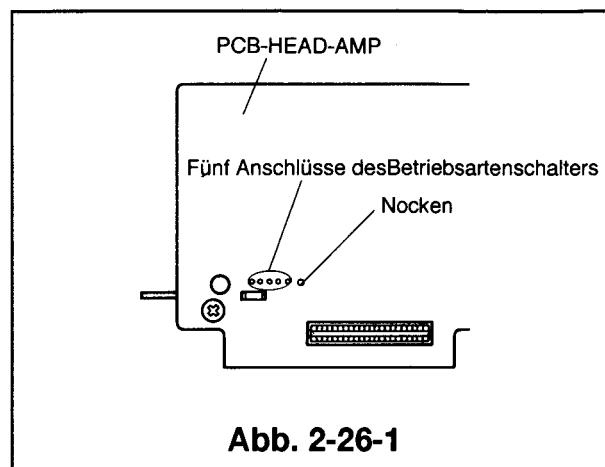
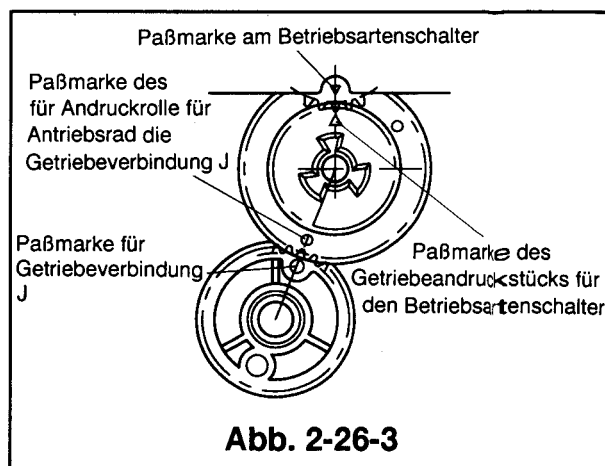

Abb. 2-26-1
Abb. 2-26-3
- ① Die Andruckrollenkappe, die Andruckrolleneinheit, die Nockenwelle für die Andruckrolle und das Antriebsrad für die Andruckrolle ausbauen (siehe Ausbauanweisungen Artikel 2-24).
- ② Die fünf Lötanschlüsse zwischen der PCB-HEAD-AMP und dem Betriebsartenschalter ablöten (siehe Abb.2-26-1).
- ① Die fünf Anschlüsse und den Nocken (siehe Abb.2-26-1) des Betriebsartenschalters in die entsprechenden Löcher in der PCB-HEAD-AMP einführen. Den Betriebsartenschalter so auf die Hauptplatte setzen, daß die Paßmarke des Antriebsrades für die Andruckrolle mit der Paßmarke des Betriebsartenschalters gegenüberstehen. Dann den Betriebsartenschalter gemäß Abb.2-26-3 mit den Haltern befestigen. (die Paßmarke des Antriebsrades und der Getriebeverbindung müssen weiterhin übereinstimmen.)
- ② Die Andruckrollenkappe, die Andruckrolleneinheit, die Nockenwelle für die Andruckrolle und das Antriebsrad für die Andruckrolle installieren (siehe Artikel 2-24).